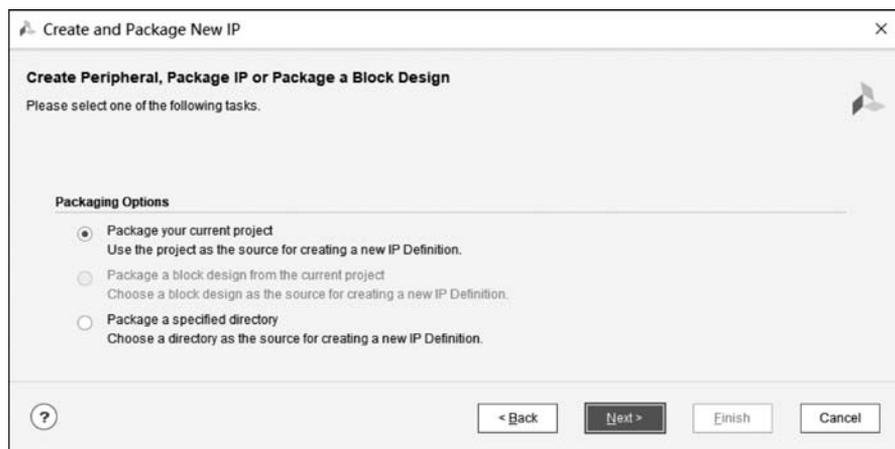

图 3.40 封装选项界面
(3) 单击 Next 按钮,弹出如图 3.40 所示的封装选项界面,选中 Packaging Options 下的 Package your current project 单选按钮,表示将当前的工程封装为 IP 核,单击 Next 按钮。